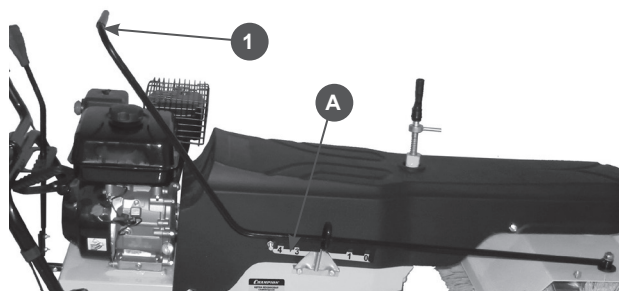

Рис.8
Для большего удобства при работе подметальной машиной, можно регулировать угол поворота щетки. Угол поворота регулируется рычагом (1) Рис.8. Рычаг после установления нужного угла фиксируется в одном из пяти положений (А) Рис.8.